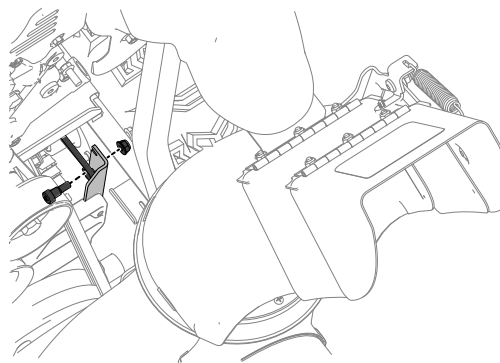

Figure 10
- Fixez l'autre extrémité de la tige à la nouvelle plaque de commande de déplacement à l'aide d'un boulon et d'un écrou inclus dans le kit, comme montré à la Figure 10.